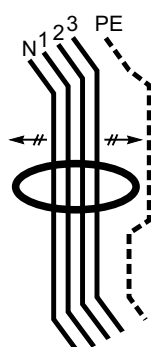

Рис. 2.
- Внутренний диаметр тороида должен быть в 1,4 раза больше внешнего диаметра кабельного жгута (рис. 2)